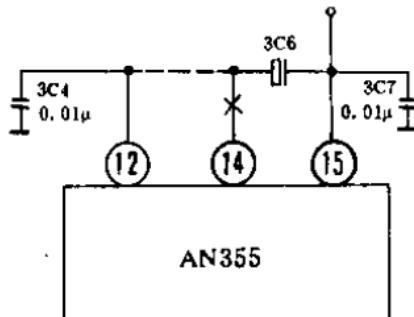

图 1-4
5. 一台牡丹牌35H1B型黑白电视机,出现有图无声故障。该机的伴音电路采用集成块AN355。检修时,用镊子碰触AN355的⑬脚及⑭脚,喇叭发出“咯咯”声,说明音频放大器正常;碰触⑫脚,喇叭无声,判定集成块内缓冲级损坏。测⑪脚电压值很小(正常值应为6.1V),测⑭脚对地电阻很大,表明
⑭脚(缓冲级输出端)内部断路。证实判断正确。
应急修理方法是：见图1-4，将3C₆与AN355的⑭脚之间的印刷铜箔线断开，将3C₆断开的一端改接到AN355⑫脚上(图中虚线所示)。改接后，检波信号由直流音量控制电路输出端直接送到音频放大电路输入端(⑮脚)，不经过缓冲级。虽然这样处理，电路未经缓冲级隔离，但仍能工作。